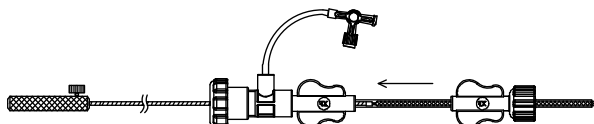

Рисунок 4. Иллюстрация загрузки устройства в приспособление для загрузки
- Пропустить доставляющий кабель через приспособление для загрузки и прикрутить устройство к наконечнику доставляющего кабеля. После надежного закрепления погрузить устройство и приспособление для загрузки в физиологический раствор и медленно втянуть устройство в приспособление для загрузки. Промыть устройство через боковой отвод (см. рис. 4).